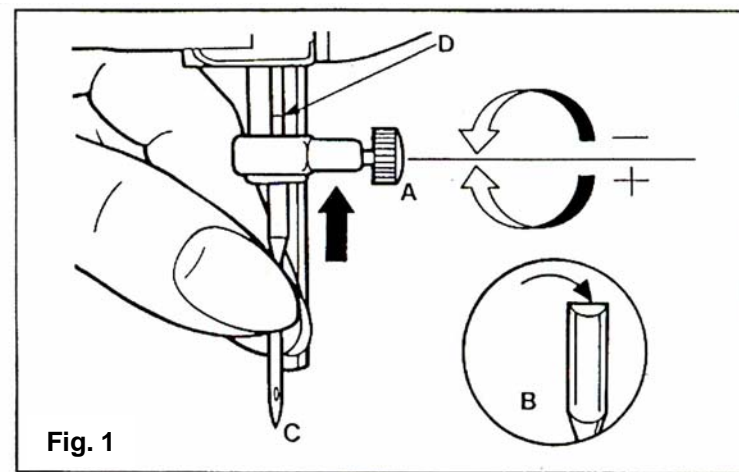

Fig. 1
(Fig. 1)
- A Aflojar el tornillo del porta-agujas y después de haber solocado la aguja, apretarlo de nuevo (Fig. 1)